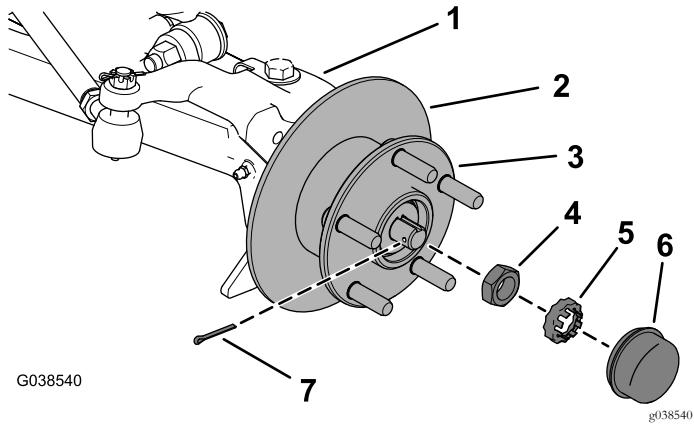

Figura 6
6. Rimuovete coperchietto antipolvere, coppiglia, fermadado e controdado e rimuovete il mozzo e il rotore dall'alberino (Figura 6).
- A. Serrate il controdado girando il mozzo fino a quando i cuscinetti non sono in sede e serrate il controdado a 16 - 20 N·m, come illustrato nella Figura 6.
- B. Allentate il controdado fino a quando non è a distanza dalla rondella e dal mozzo dell'aletta e serrate il controdado a 169 - 226 N·m, mentre ruotate il mozzo (Figura 6).
- C. Montate il fermadado sul controdado, assicurandovi che il foro della coppiglia sia visibile, poi montate la coppiglia (Figura 6).
- D. Montate il coperchietto antipolvere (Figura 6).